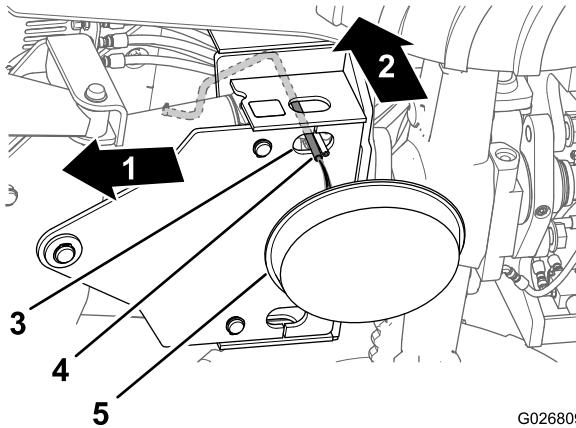

Figura 105
6. Disponete il flessibile in basso e attraverso il foro nella piastra di montaggio inferiore per la lama livellatrice (Figura 105).
7. Posizionate una bacinella di spurgo con una capacità minima di 23 l sotto l'estremità aperta del tubo di spurgo (Figura 105).
10. Rimuovete il tubo di spurgo e la fascetta (Figura 104 e Figura 105).